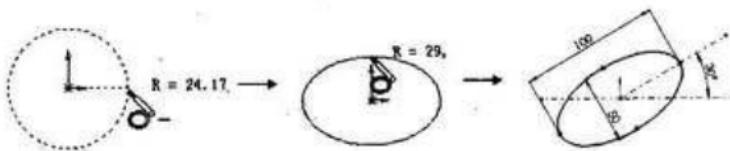

图 2-17 椭圆的绘制流程
(1) 单击标准工具栏中的**新建**（新建）工具，新建一个文件。
(2) 在特征管理器设计树中选取“前视基准面”，单击**草图绘制**（草图绘制）工具进行草图的绘制。
(3) 单击草图工具栏中的**椭圆**（椭圆）工具，移动鼠标指针在图形区域先确定椭圆的圆心，然后再确定椭圆的长短轴的端点位置，如图 2-17 所示。如果要完全定义椭圆，就必须先绘制中心线，并以草图原点定义中心线。接着才能开始绘制椭圆，注意在绘制过程中，必须确保椭圆轴的端点在中心线上。最后使用**智能尺寸**（智能尺寸）工具定义椭圆的长轴和短轴。